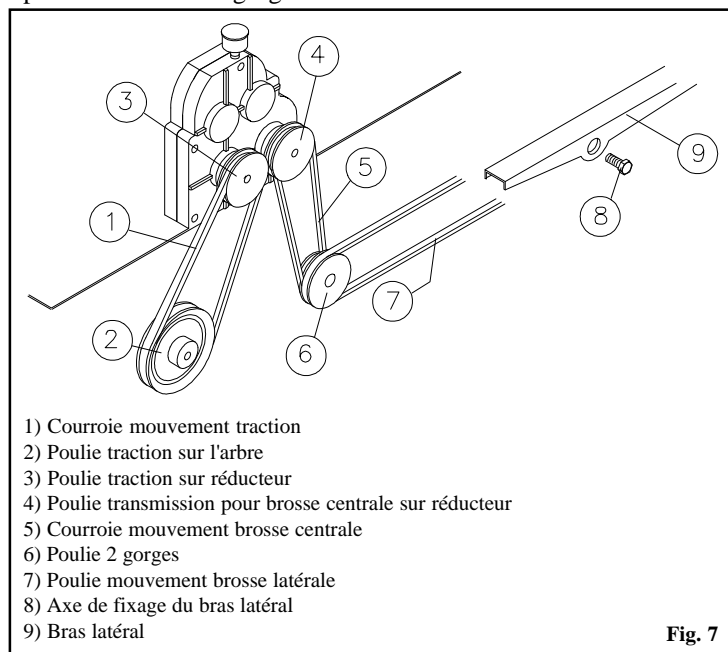

Fig. 7
- Enlevez la courroie **pos. 7 Fig. 7** de la gorge de la poulie **pos. 6 Fig. 7**.
- Enlevez la courroie **pos. 5 Fig. 7** de la gorge de la poulie **pos. 4 et 6 Fig. 7**.
- Repositionnez la courroie **pos. 7 Fig. 7** dans la poulie **pos. 6 Fig. 7**.
- Enlevez la courroie **pos. 7 Fig. 7** de la poulie **pos. 6 Fig. 7**.
- Dévissez l'axe de fixation **pos. 8 Fig. 7** et faites sortir les crochets du bras latéral **pos. 9 Fig. 7** de la bague dentée folle.
- Enlevez la courroie **pos. 7 Fig. 7** du bras latéral **pos. 9 Fig. 7**.
- Raccrochez le bras latéral **pos. 9 Fig. 7** à la bague dentée folle.
- Revissez l'axe **pos. 8 Fig. 7**.
- Insérez la courroie **pos. 7 Fig. 7** dans la poulie **pos. 6 Fig. 7**.
- Desserrez la vis de butée de la poulie **pos. 4 Fig. 7** et enlevez-la de l'arbre du réducteur en faisant attention à ne pas perdre la clé.
- Desserrez la vis de butée de la poulie **pos. 3 Fig. 7** et enlevez-la de l'arbre du réducteur en faisant attention à ne pas perdre la clé.
- Enlevez la courroie **pos. 1 Fig. 7**.
- Insérez la courroie neuve sur la poulie **pos. 2 Fig. 7**.
- Montez le réducteur de la poulie **pos. 3 Fig. 7** la courroie déjà positionnée dans la gorge.